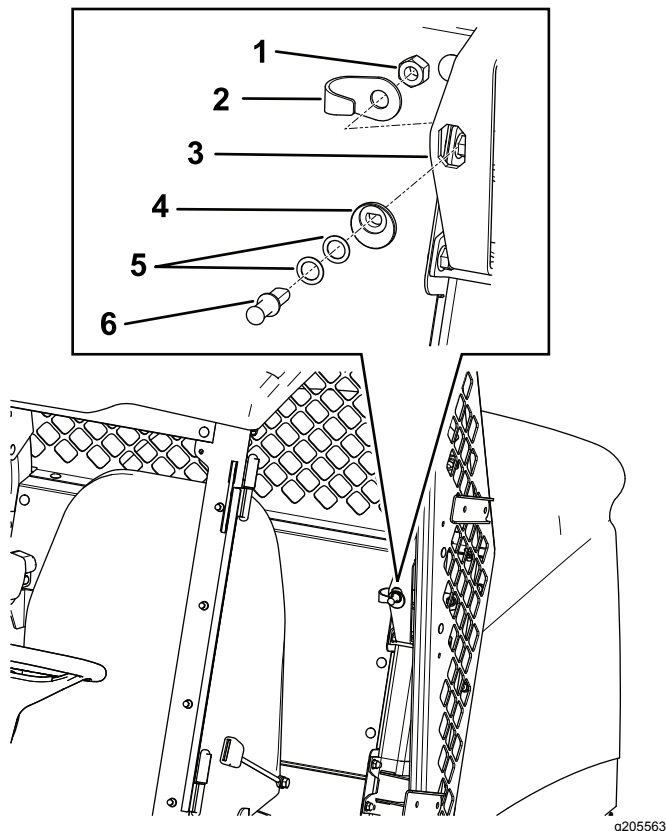

Рисунок 9
2. Совместите кулачок штифта защелки с отверстием в накладной пластине в положении, показанном на Рисунок 9.
3. Вставьте штифт защелки (сначала без шайб) в кулачок штифта защелки (Рисунок 9).
4. Выровняйте штифт защелки и контргайку относительно задней стороны отверстия накладной пластины (Рисунок 9).
5. Наверните контргайку на ось защелки, затянув от руки (Рисунок 9).